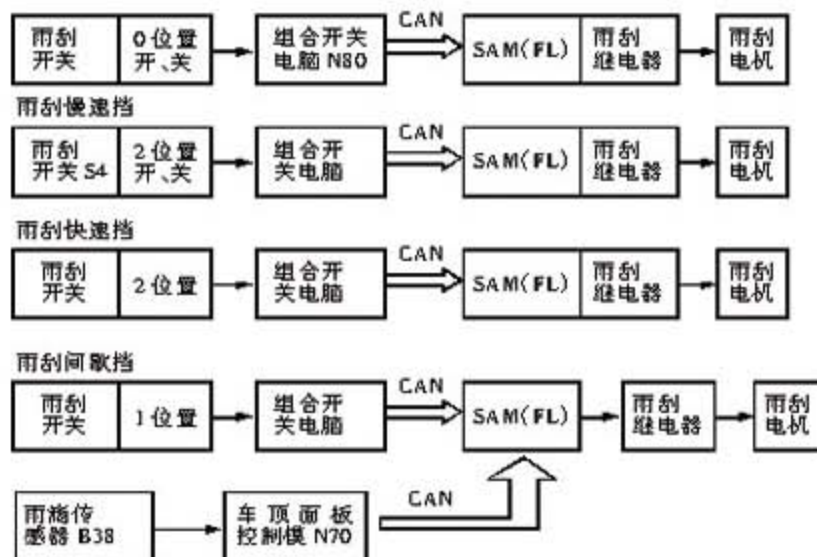

图2 雨刮电机控制过程
- 2). 此车雨刮器电路系统由雨刮器开关(组合开关总成 S4)、组合开关控制单元(N80)、SAM、雨滴传感器(采用光电式传感器)、车外温度传感器、喷水电机和风挡玻璃喷嘴(备加热功能)组成。雨刮电机的控制过程如图 2 所示。因此造成间歇挡失效的可能原因有: 组合开关间歇挡开关损坏, 组合开关控制单元 N80 损坏, SAM(FL)损坏, 雨刮继电器(1、2 挡)损坏, 雨滴传感器及其线路有故障, 以及车顶面板控制模块故障。